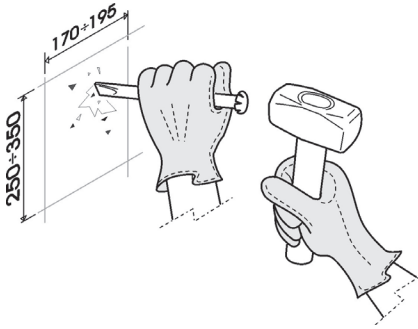

Fig. 1
- Creare nel muro lo spazio necessario per l'alloggiamento del miscelatore monocomando completo con la protezione in polistirolo. (Fig.1)
- Create a space in the wall for the single command mixer and its protective polystyrene casing. (Fig.1)
- In der Wand einen zur Aufnahme des Einbaukörpers mit seinem Schaumstoff-Schutz geeigneten Raum schaffen (Abb. 1).
- Créer l'espace nécessaire dans le mur pour le logement du mitigeur monocommande et de sa protection en polystyrène. (Fig.1)
- Deje el espacio suficiente en la pared para instalar el mezclador monomando completo, con su protección de porex (Fig.1)
- Подготовить в стене нишу необходимого размера, для установки смесителя в защитной пластиковой оболочке. (Рис.1)